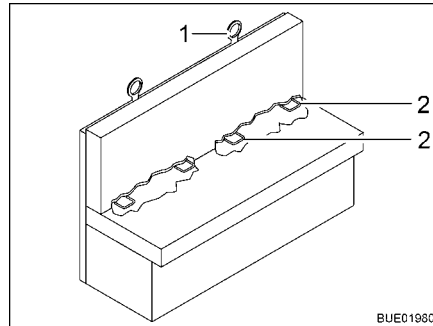

Bild 23 Isofix-barnsäkring
Om fordonet är utrustat med Isofix-barnsäkring, är sätena som är lämpade för den märkta med en Isofix-symbol. Dessa säten har ett handtag (Bild 23,2) och en annan förankringspunkt uppe på ryggstödet (Top Tether) (Bild 23,1). Använd för Isofix lämpade bilbarnskydd. Bilbarnskydden har låsarmar som hakas in i sätets handtag.
- Om det är möjligt skall barnstolen också fästas vid Top Tether (Bild 23,1).